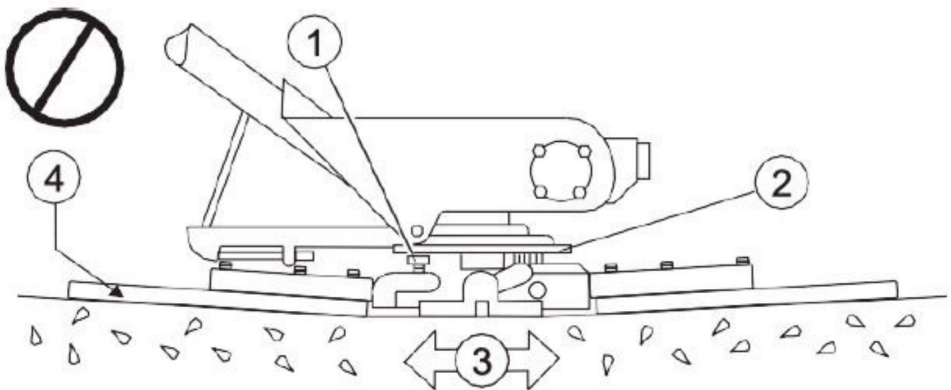

FIG. 17
13.2.2 Vinkla knivarna så plant som möjligt. Justeringsbultarna ska alla få knappt kontakt med den nedre slitplattan på spiderboxen. Om man är det inte tar kontakt kommer justering att behövas. (FIG. 17, FIG. 4).
FIG. 17 illustrerar "felaktig inriktning", slitna spindelbussningar eller böjda murslevvarmar. Kontrollera att justeringsbulten knappt rör vid (0,10" max. spel) den nedre slitplattan. Alla justeringsbultar ska placeras på avstånd från samma avstånd från den nedre slitplattan.